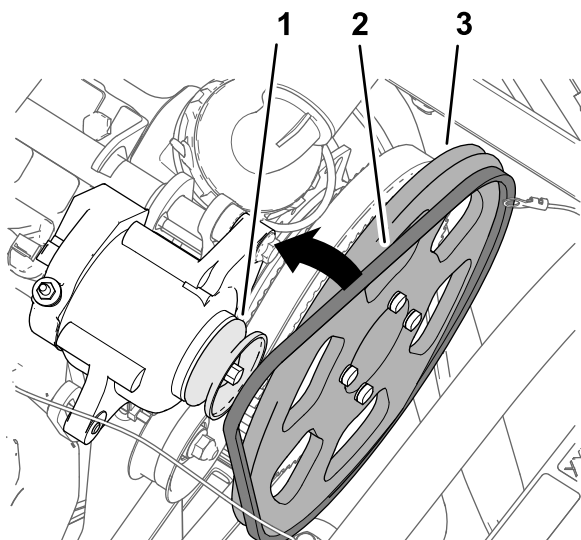

图185
3. 将 V 形带组装到驱动皮带轮279mm和交流发电机的皮带轮上 图185。